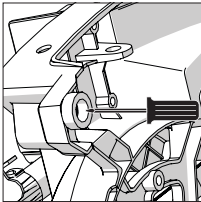

Fig. 13
- Ta bort de fyra plastfötterna från undersidan av geringssågens bas och förvara dem. (**Fig. 13**)